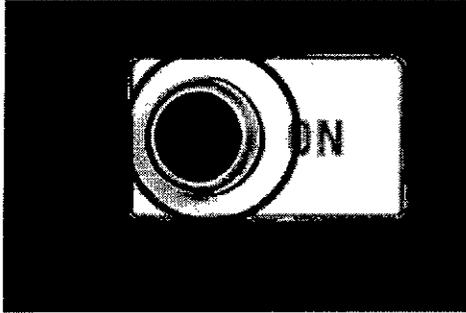

Fig. 3.1: Interruptor de encendido del ArmeoPower
- Pulse el interruptor de encendido del módulo básico (Fig. 3.1) durante al menos 1 segundo para iniciar el sistema. Al activar el interruptor de encendido, todos los componentes del sistema, incluyendo el software de entrenamiento, se iniciarán de forma automática.